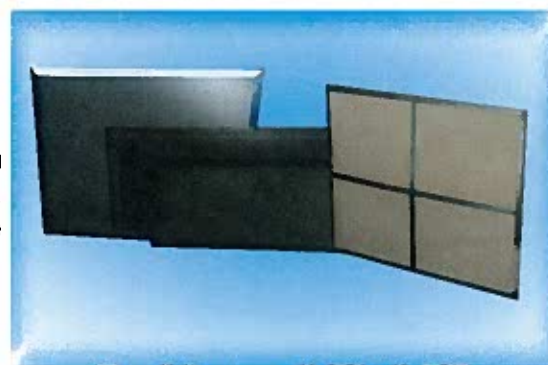

Рис. 1 Фильтры ФяП5 и ФяП10.
Фильтры ФяГ (рис. 1) состоят из рамки (1), изготавливаемой из картона, оцинкованной стали, пластика или др., внутри которой уложен фильтрующий материал (2) в виде гофр, опирающийся со стороны выхода воздуха на сетку гофрированной (волнообразной) формы (3).